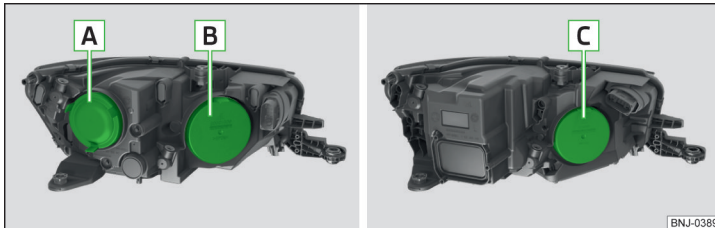

Abb. 285 Linker Frontscheinwerfer: Halogen / LED
Glühlampenordnung » Abb. 285
- › Die Schutzkappe **A** oder **B** » Abb. 285 auf Seite 245 abnehmen.
- › Die Schutzkappe **A** oder **B** » Abb. 285 auf Seite 245 einsetzen.
- › Die Schutzkappe **B** oder **C** » Abb. 285 auf Seite 245 abnehmen.
- › Die Schutzkappe **B** oder **C** » Abb. 285 auf Seite 245 einsetzen.